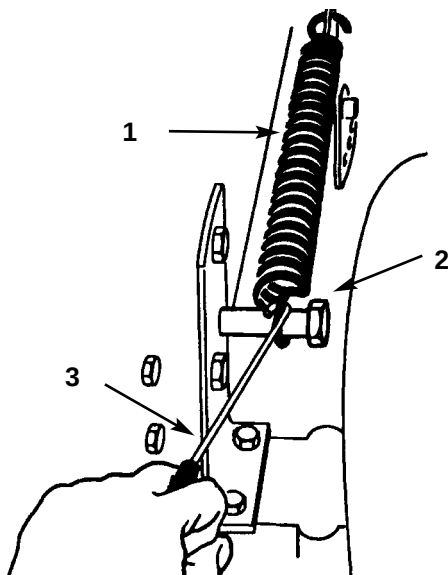

Fig. 38
4. Fjern løftehjælpefjederen fra holdebolten (fig. 38) ved hjælp af fjederredskabet, som følger med maskinen. Fjederen sidder mellem rammen og højre baghjul.
13. Sæt klippehøjdehåndtaget (klippeenhedsløftet) ind i "D" udskæringen. Hægt løftehjælpefjederen på holdebolten for opbevaring (fig. 38).